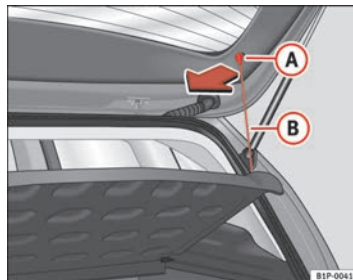

Fig. 105 Plage arrière
- Décrochez les tirants ⇒ fig. 105 (B) de leurs logements (A).